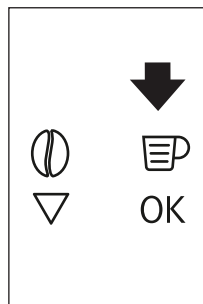
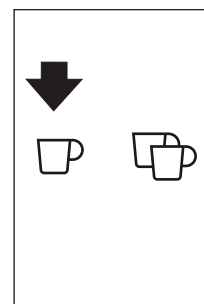
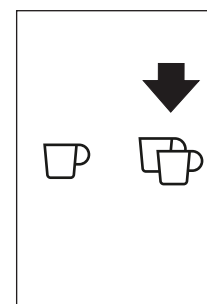

Fig. 18
Fig. 19
Fig. 20
- ▶ Apăsați pe pictograma (B5) (Fig. 18) pentru a selecta tipul de cafea: espresso, ceașcă mică, ceașcă medie, ceașcă mare, cană. Atingeți tasta ☉ (B10) (Fig. 19) dacă doriți să preparați o cafea și tasta ☉☉ (B11) (Fig. 20) dacă doriți să preparați două cafele. Aparatul râșnește cafeaua și începe să distribuie cafeaua preparată în ceașcă. După ce a fost distribuită cantitatea de cafea setată, mașina oprește automat distribuirea și elimină zațul de cafea în recipientul pentru zațul de cafea.